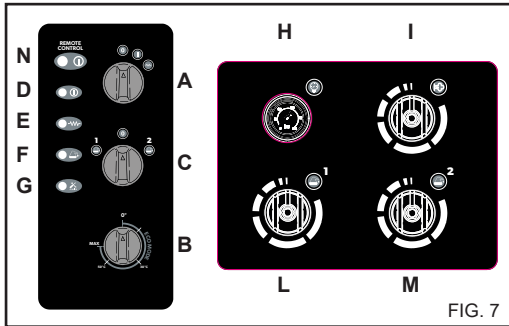

FIG. 7
- 1) Выключите систему нагрева, для этого поверните регулятор температуры в поз. «0», а главный выключатель в поз. «I» (рис. 7А, В)
- 4) Выключите аппарат, повернув выключатель в положение «0» (рис. 7А).
- 2) Запустите аппарат, выберете моющее средство (1 или 2) с помощью ручки (С рис. 7). Поверните соответствующий регулятор против часовой стрелки, (L) для моющего средства 1 и (M) для моющего средства 2 (рис. 7) распылите раствор на загрязненную поверхность снизу вверх. Оставьте раствор на несколько минут.